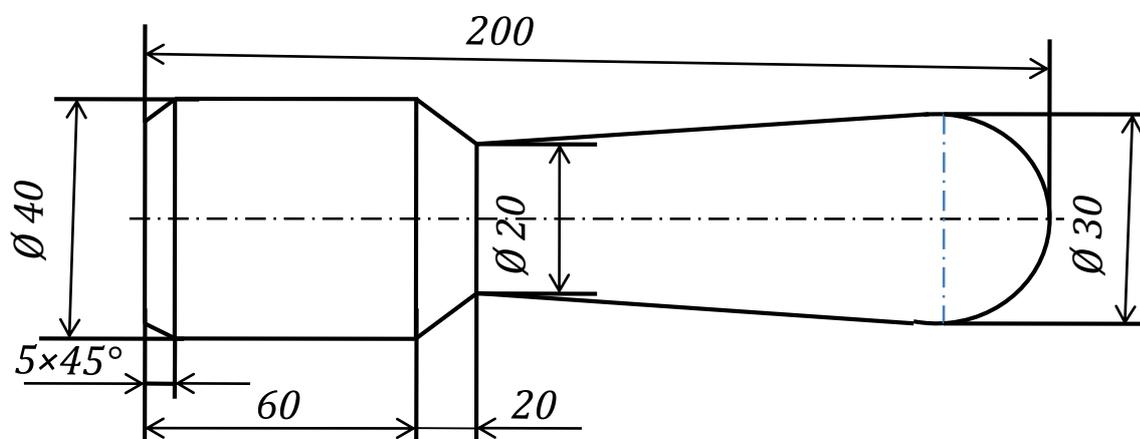

Рис. 1. Чертеж толкушки
1. По чертежу выточить толкушку (рис. 1).